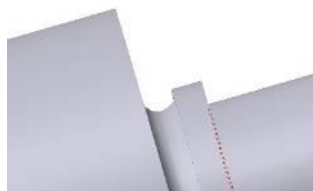

Рис. 9.5. Операция скругления
9. В окне модели система построит изображение канавки. Скруглите ребро на дне канавки радиусом 2 мм с помощью команды «**Скругление**»  (рис.9.5).